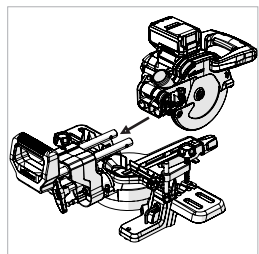

Fig. 13
- Richten Sie den Schneidkopf an den zwei Schlittenarmen aus. **(Abb. 13)**